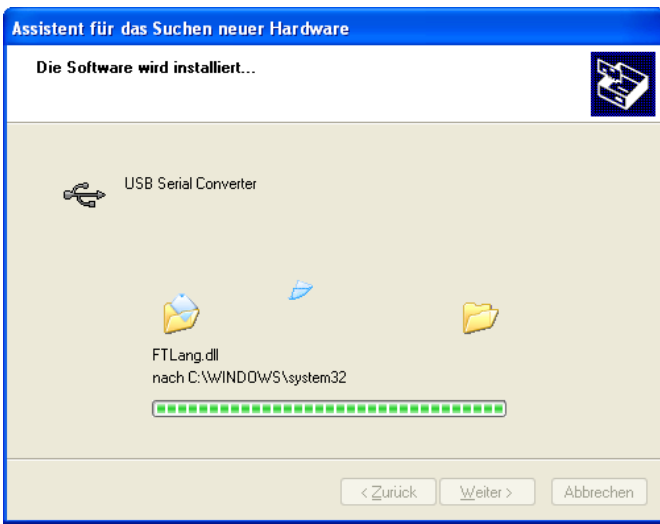

Abbildung 10.4
- Der Bildschirm in Abbildung 10.4 zeigt an, wie Windows XP die benötigten Treiber-Dateien kopiert.